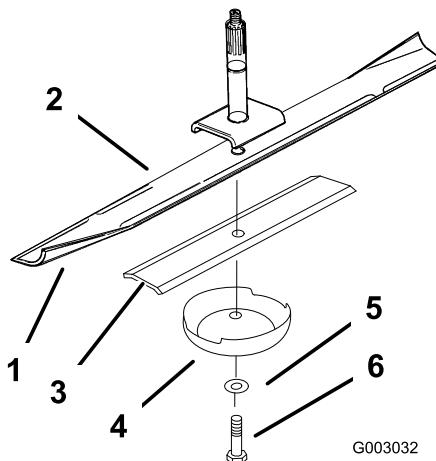

Figura 46
2. Retire del eje el perno de la cuchilla, la arandela, el refuerzo de la cuchilla y la cuchilla (Figura 46).
2. Verifique el equilibrio de la cuchilla colocándola sobre un equilibrador de cuchillas (Figura 48). Si la cuchilla se mantiene horizontal, está equilibrada y puede utilizarse. Si la cuchilla no está equilibrada, rebaje algo el metal en la parte de la vela solamente (Figura 46). Repita este procedimiento hasta que la cuchilla esté equilibrada.
1. Instale la cuchilla en el eje (Figura 46).
**Importante:** La vela de la cuchilla debe apuntar hacia arriba y hacia el interior del cortacésped para asegurar un corte correcto (Figura 46).
2. Instale el refuerzo de la cuchilla, la arandela curva y el perno de la cuchilla (Figura 46).